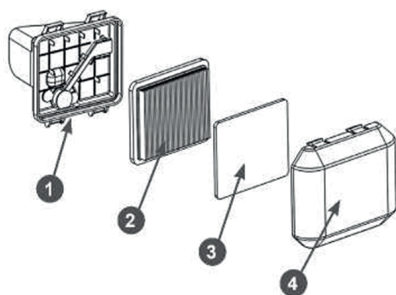

Рис. 24. Обслуживание воздушного фильтра
1. Нажмите на фиксаторы и снимите крышку 4 воздушного фильтра (Рис. 24).
2. Извлеките из крышки воздушного фильтра предварительный фильтрующий элемент 3 (Рис. 24).